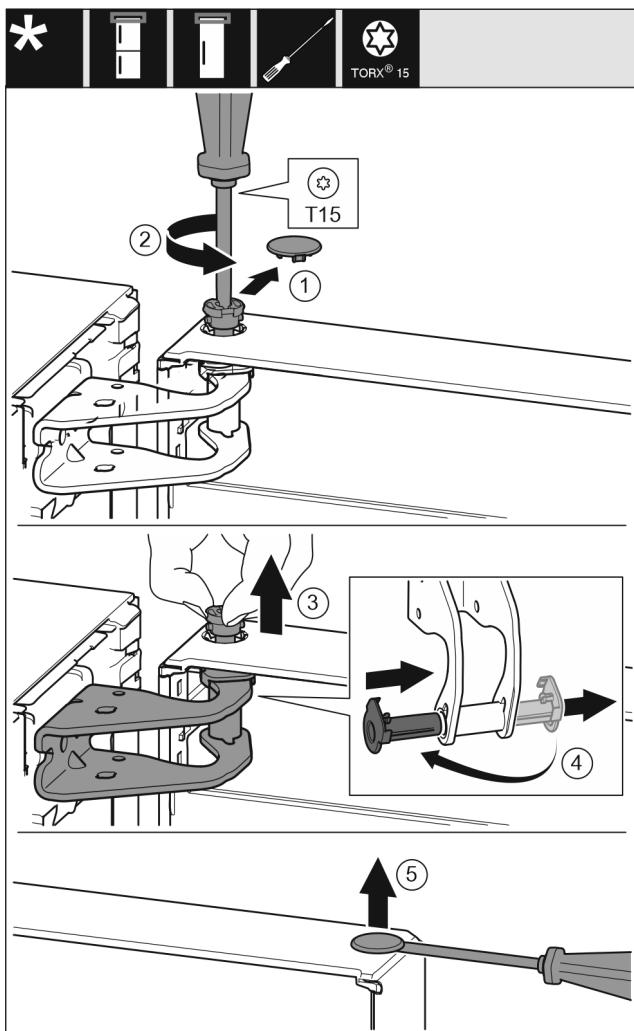

Fig. 10
- Свалете внимателно предпазния капак. Fig. 10 (1)
- С отвертка T15 отвийте малко болта. Fig. 10 (2)
- Задръжте здраво вратата и извадете болта с пръсти. Fig. 10 (3)
- Извадете лагерната втулка от водача. Поставете от другата страна и фиксирайте. Fig. 10 (4)
- С плоска отвертка внимателно повдигнете тапата от лагерната втулка на вратата и я извадете. Fig. 10 (5)